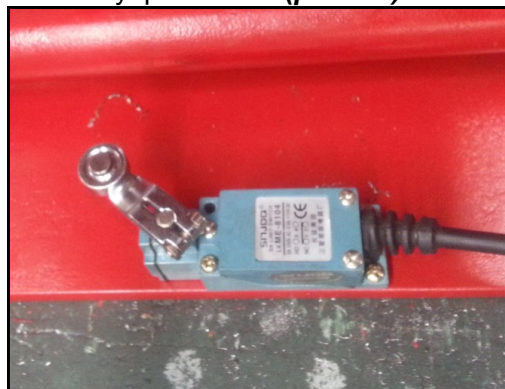

рис. 19
- Подсоединение нижнего концевого выключателя: подсоедините провода №109, №127 и №125 к таким же номерным клеммам на блоке управления. (рис. 19)